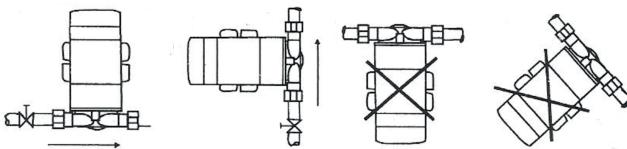

Рис. 2
- Насос повышающий давление следует ВСЕГДА устанавливать в соответствии с рис. 2.